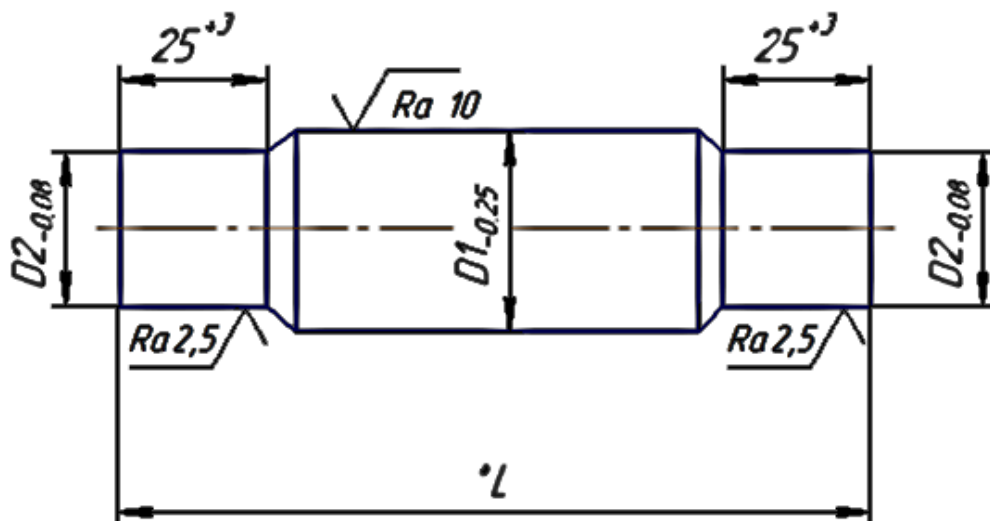

Рис. 1 Чертеж вала
1. Ознакомиться с эскизом ступенчатого вала (рис. 1).